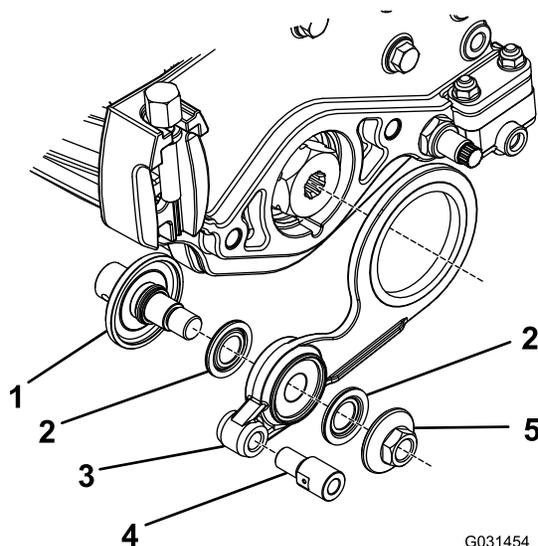

图16
1. 如 图16所示将散装零件装到怠轮总成上。
注意 如果要将怠轮总成安装到 图16中的对面请按相反顺序安装零件 1 至 5。